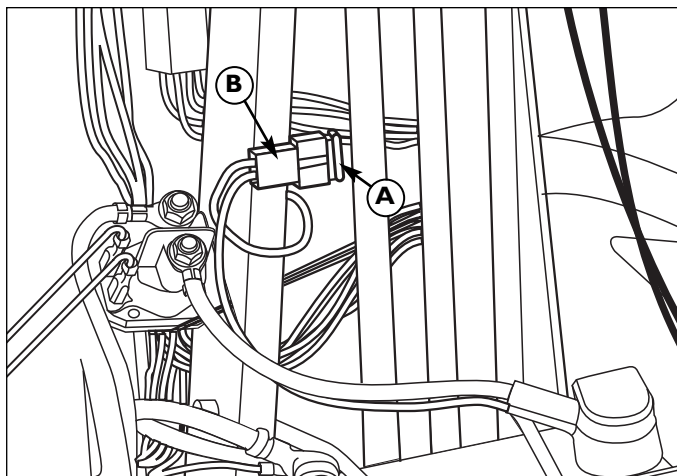
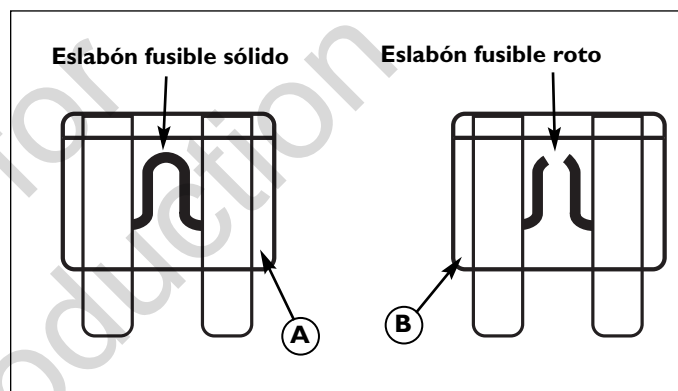

Figura 36. Fusible
Figura 37. Fusible tipo cuchilla
1. Abra el capó y ubique el portafusibles (B, Figura 36) y el fusible (A). Conectado a la torre de dirección.
2. Sostenga el portafusibles (B) y saque el fusible (A).
3. Revise si el fusible tiene una conexión rota. Consulte la Figura 37. Reemplace el fusible si la conexión está rota. Si no está seguro de si la conexión está rota, cambie el fusible.
4. Sostenga el portafusibles (B) e inserte el fusible nuevo (A) hasta que se ajuste correctamente.